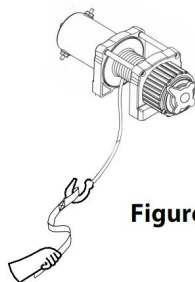

Figure 2
9. **Zawsze używaj osłony dłoni podczas** wprowadzania lub wyprowadzania liny stalowej. (Patrz rysunek 2).